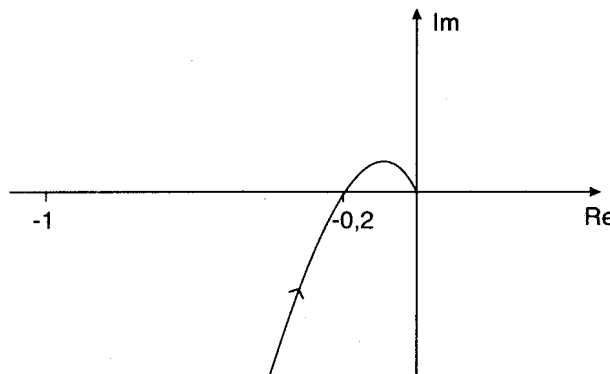

Abb. 5.1: Ortskurve
- d) Gegeben sei die Ortskurve eines offenen Regelkreises, der einen P-Regler mit der Verstärkung  $K_p = 1$  besitzt (Abb. 5.1).